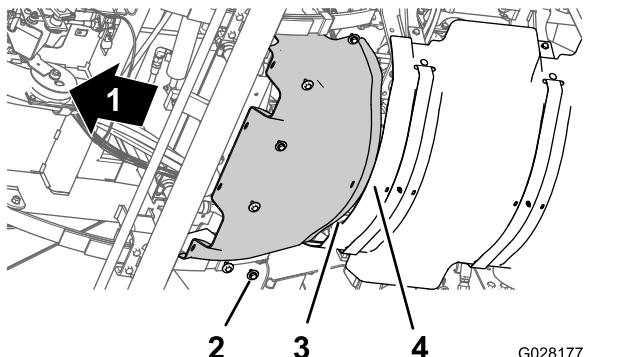

Bild 67
- Fluchten Sie den hinteren Flansch des vorderen Wärmeschutzblechs über dem vorderen Flansch des hinteren Wärmeschutzblechs aus (Bild 67).
- Fluchten Sie die Löcher im vorderen Wärmeschutzblech mit den Gewindelöchern im Chassis aus (Bild 67).
- Befestigen Sie das vordere Wärmeschutzblech mit den sechs Sechskantschrauben und sechs Scheiben (Bild 67), die Sie in Schritt 3 von Entfernen des vorderen Wärmeschutzblechs \(Seite 4\) entfernt haben, an der Maschine.